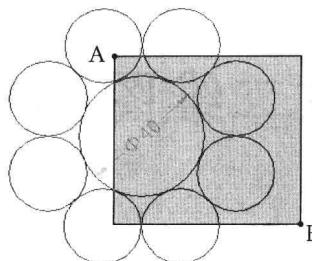
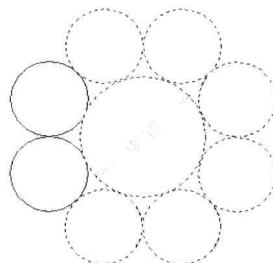

图 4-1-1
图 4-1-3
- (1) 选择菜单命令“修改 / 移动”，命令行提示“选择对象”，十字光标此时变成矩形拾取框。
- (2) 在 A 点位置单击，命令行提示“指定对角点”，向右下角 B 点位置拖动矩形拾取框，拖出一个蓝色的矩形区域，如图 4-1-1 所示。
(4) 重新执行移动命令时, 命令行提示“选择对象”, 单击图 4-1-1 所示的 B 点, 向 A 点移动光标, 拖出一个绿色的矩形框, 单击 A 点, 此时矩形窗口包围的以及与矩形窗口相交的对象都会被选中, 并呈虚线显示, 如图 4-1-3 所示, 这种选择方式称为交叉选择。